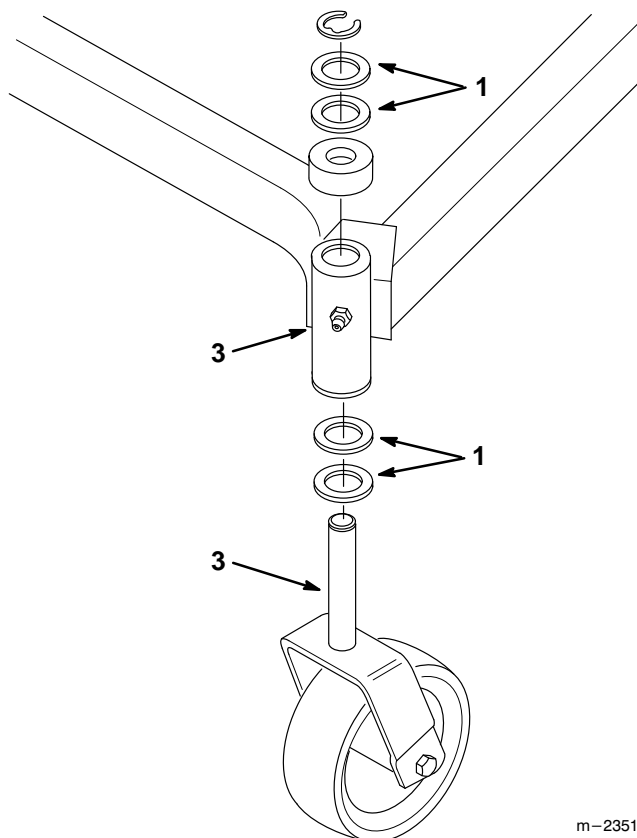

Figure 20
4. Pour modifier l'inclinaison avant/arrière, déplacer un même nombre de rondelles de butée sur les deux fourchettes des roues pivotantes. Enlever des rondelles au-dessus du fourreau du châssis porteur et les placer en dessous du fourreau pour relever l'avant de la tondeuse, ou enlever des rondelles du dessous et les placer au-dessus pour abaisser l'avant de la tondeuse. (Fig. 20).
4. Pour corriger l'horizontalité transversale, déplacer les rondelles de butée d'une seule fourchette de roue. Enlever des rondelles du dessus du fourreau du châssis porteur et les placer en-dessous pour relever un côté de la tondeuse, ou enlever des rondelles du dessous et les placer au-dessus pour abaisser ce côté. (Fig. 20).